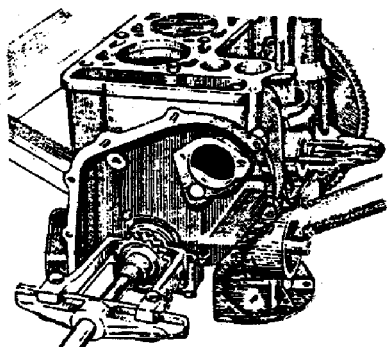

Fig. 2-9. Remoção da engrenagem da árvore de manivelas
18. Utilizando-se do extrator universal A.40005/1/7 do jogo A.40005, remover a engrenagem da árvore de manivelas (fig. 2-9).